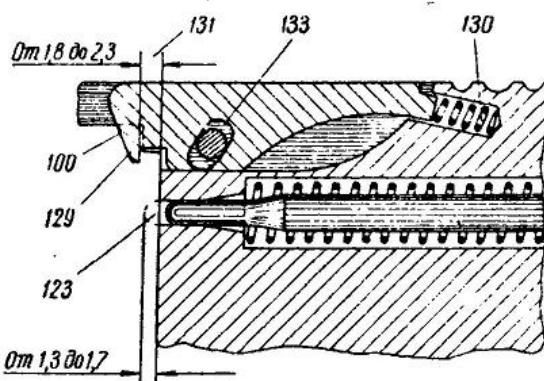

Рис. 38
<p>ника в торец цилиндрического стержня, зажатого в губках тисок так, чтобы задний обрез ударника был утоплен заподлицо со стенкой выема в затворе. При этом положении правой рукой измерить прибором (приложение 3, рис. 27) величину выхода бойка (123 на рис. 38).</p> <p>Выход бойка ударника относительно дна чашечки затвора должен быть от 1,3 до 1,7 мм.</p>
1. Излом зацепа выбрасывателя (129 на рис. 38).
2. Осадка пружины выбрасывателя (130 на рис. 38).
1. Износ зацепа выбрасывателя (129 на рис. 38).
Выход зацепа выбрасывателя относительно дна чашечки должен быть в пределах 1,8—2,3 мм (131 на рис. 38).
Причина слабой посадки шпильки: Износ шпильки и отверстия в затворе (133 на рис. 38).